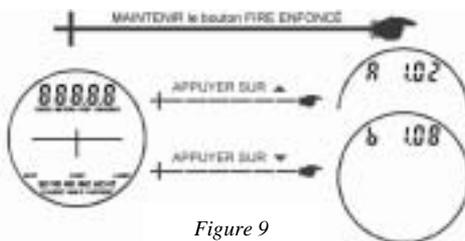

Figure 9
- Appuyer sur le bouton  pour afficher le numéro de version de firmware principal. L'écran devrait avoir un aspect similaire à l'exemple ci-contre. Le caractère le plus à gauche de l'écran est toujours 'A' et les trois derniers chiffres représentent le numéro de révision de firmware principal (1.02 sur la Figure 9).
- Appuyer sur le bouton  pour afficher le numéro de version de firmware auxiliaire. L'écran devrait avoir un aspect similaire à l'exemple ci-dessus. Le caractère le plus à gauche de l'écran est toujours 'b' et les trois derniers chiffres représentent le numéro de révision de firmware auxiliaire (1.08 sur la Figure 9).